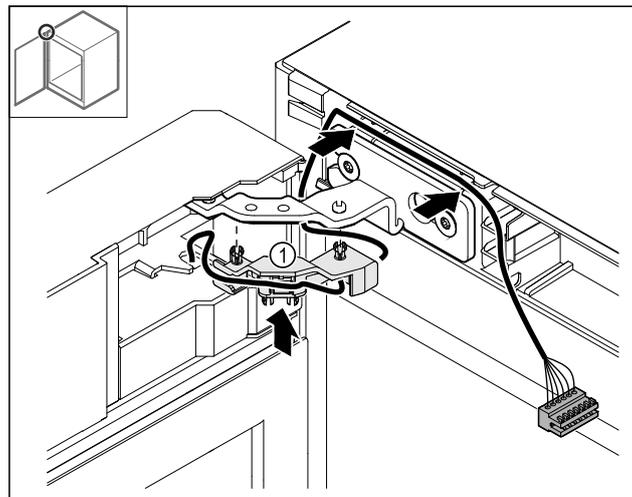

Fig. 45
- ▶ Pousser le support de câble Fig. 45 (1) dans la charnière.